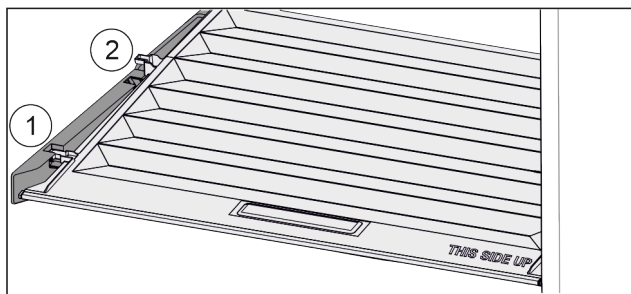

Fig. 43
- ▶ Поднять крышку до отворота поддерживающих деталей вперед Fig. 43 (1).
- ▶ Поднять сзади снизу и извлечь Fig. 43 (2) движением вверх.